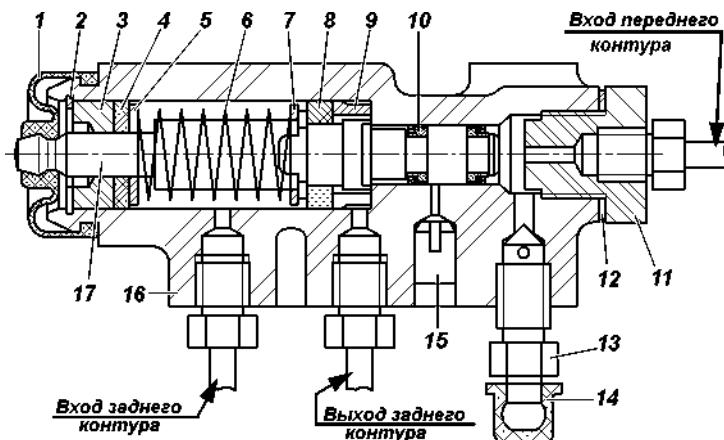
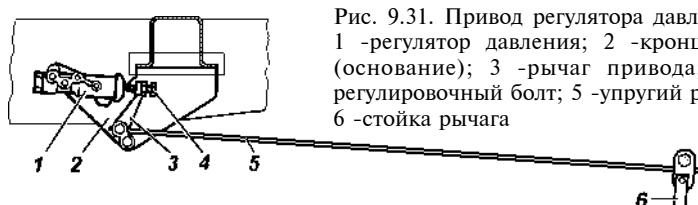

Рис. 9.30. Регулятор давления:
Рис. 9.31. Привод регулятора давления:
Регулятор давления. На автомобилях, не оснащенных антиблокировочной системой тормозов, устанавливается механический регулятор давления, действующий на задние тормоза (рис. 9.30), который обеспечивает оптимальное распределение тормозных сил по осям автомобиля и не допускает опережающую блокировку задних колес. При обслуживании проверяйте работоспособность регулятора давления. Очищайте регулятор от грязи и проверяйте надежность его крепления. Внешним осмотром убедитесь, что регулятор и детали его привода не имеют повреждений, отсутствуют подтекания тормозной жидкости и люфты в соединении стойки с упругим рычагом и кронштейном на заднем мосту.
При нажатии на педаль тормоза поршень 17 (рис. 9.30) регулятора давления должен выдвигнуться из корпуса на
В процессе эксплуатации и при замене задних рессор необходимо регулировать усилие упругого рычага 5 (рис. 9.31) на поршень регулятора. Регулировку производите в следующей последовательности:
2. Ослабьте контргайку регулировочного болта 4 (рис. 9.31) и отверните болт на 2-3 оборота.
3. Заверните болт 4 (рис. 9.31) до соприкосновения его с хвостовиком поршня 17 (рис. 9.30) регулятора.